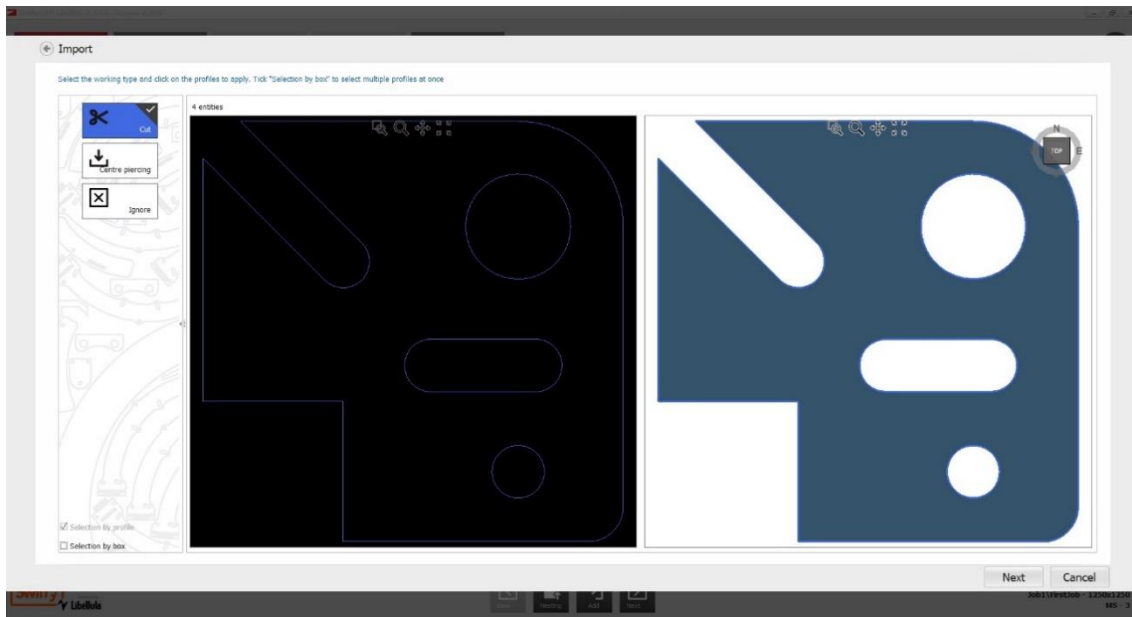

Fig. 50 Bewerkingen selecteren
6. De volgende bewerkingen zijn mogelijk (zie Fig. 50):